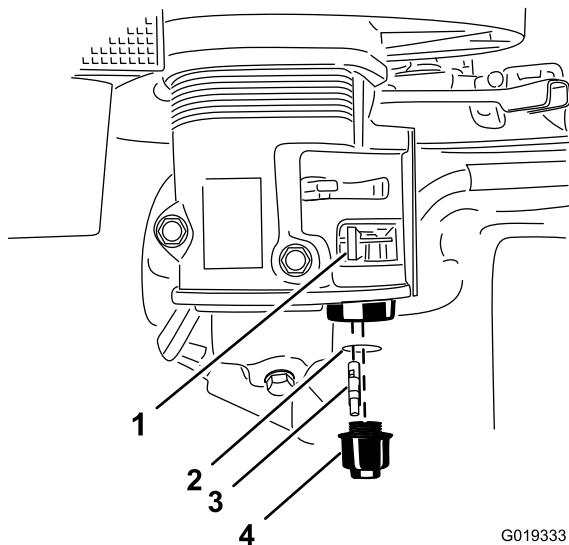

Figure 43
4. Tournez le robinet d'arrivée de carburant complètement à gauche en position fermée (Figure 43).
5. Dévissez la cuvette de décantation. Déposez le filtre à carburant et le joint torique (Figure 43).
8. Posez le filtre à carburant au fond du carburateur (Figure 43).